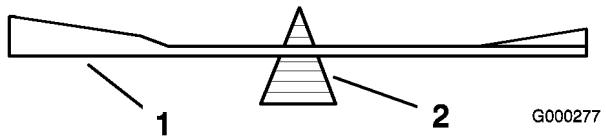
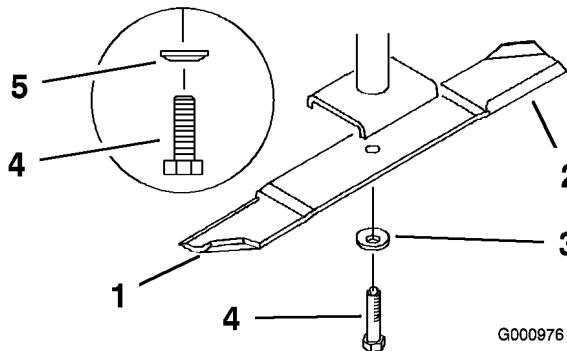

Figure 64
Figure 65
2. Retirez de l'axe le boulon, la rondelle élastique et la lame (Figure 65).
2. Vérifiez l'équilibre de la lame en la plaçant sur un équilibrEUR (Figure 64). Si la lame reste horizontale, elle est équilibrée et peut être utilisée. Si la lame est déséquilibrée, limez un peu l'extrémité de la partie incurvée seulement (Figure 65). Répétez la procédure jusqu'à ce que la lame soit équilibrée.
1. Placez la lame sur l'axe (Figure 65).
- Installez la rondelle élastique et le boulon de la lame. Le cône de la rondelle élastique doit être dirigé vers la tête du boulon (Figure 65).